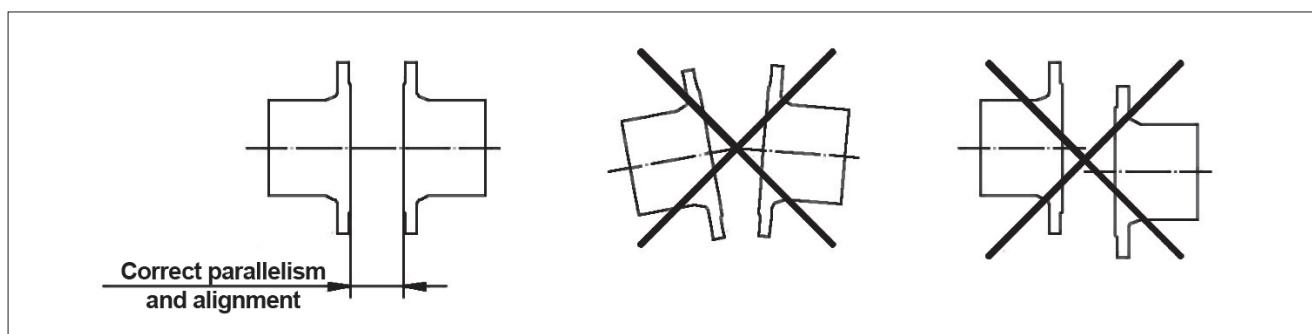

Fig. 1
- Deve-se ter cuidado especial para respeitar a distância correta (folga) entre os flanges e garantir que eles estejam corretamente alinhados e paralelos (Fig. 1).